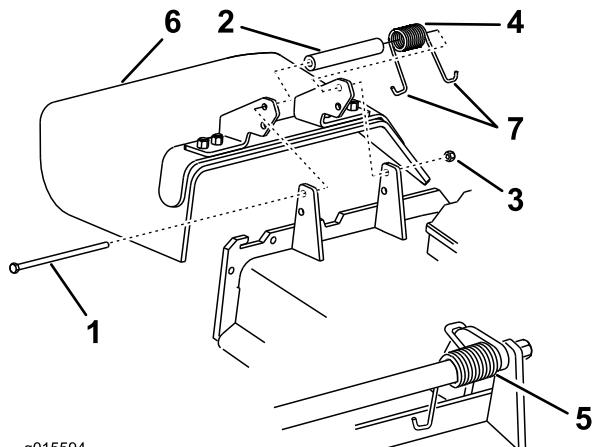

Figura 82
1. Togliete il dado di bloccaggio, il bullone, la molla e il distanziale che fissano il deflettore alle staffe orientabili del tosaerba (Figura 82). Togliete il deflettore di sfalcio se è danneggiato o consumato.
Nota: Verificate che un'estremità J della molla si trovi dietro il bordo del piatto di taglio prima di montare il bullone, come illustrato nella Figura 82
3. Montate il bullone e il dado. Infilate un'estremità a gancio J della molla attorno al deflettore dello sfalcio (Figura 82).